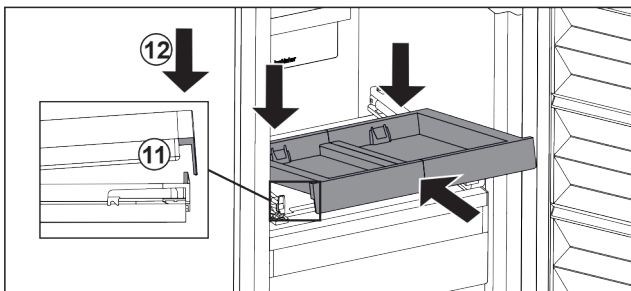

Fig. 32
- ▶ Vstavite jo v poševnem položaju. Pazite, da je nastavek na obeh straneh za jezičkom. Fig. 32 (11)
- ▶ Izvlečno polico odložite spredaj. Fig. 32 (12)